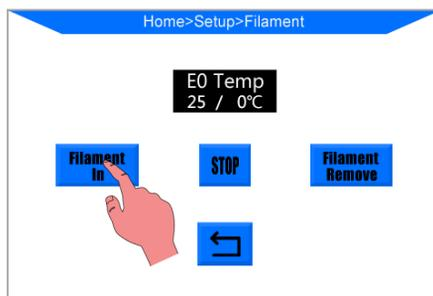

Abbildung 30
2. Nachdem das Vorwärmen beendet ist, klicken Sie bitte auf der Startseite auf "Tools" --> "Filament" --> "Filament in" (Abb.30). Der Extrudermotor beginnt mit der Zuführung des Filaments in das Heißende. Es könnte etwas übermäßige Filamentschmelze durch die Düse bei hoher Temperatur vorhanden sein. Verwenden Sie eine Pinzette, um diese vor dem Druck vorsichtig von der Düsen Spitze zu entfernen.